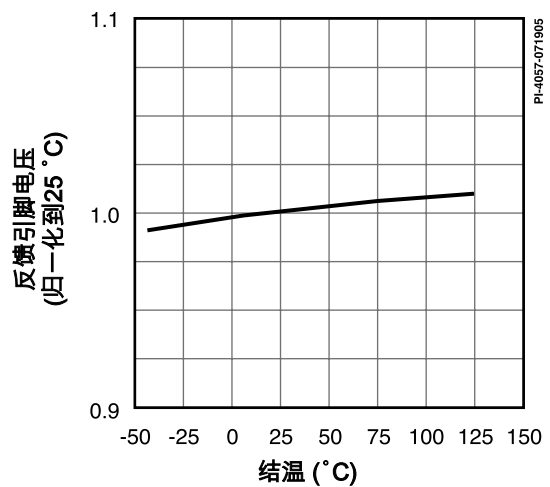

图15. 反射引脚与温度的特性曲线
- D. 参考图15典型性能特性部分中的旁路引脚启动时的充电波形。